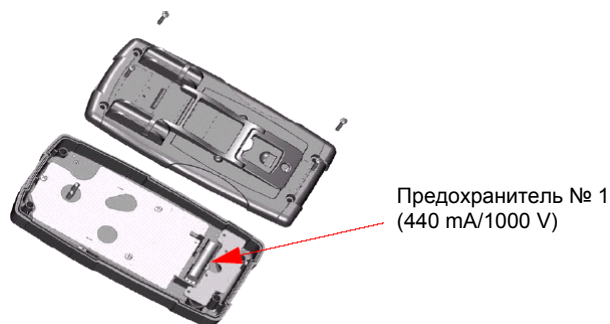

Рис. 4-2 Замена предохранителя № 1
3. Осторожно выньте неисправный предохранитель № 1. Для этого подденьте его с одной стороны и извлеките из держателя (см. рис. 4-2).